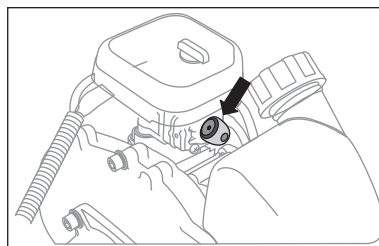

рис. 13
3. Несколько раз нажмите на прозрачный колпачок ручной подкачки топлива (праймер), расположенный между воздушным фильтром и топливным баком, для заполнения карбюратора топливной смесью (рис. 13). При этом сквозь прозрачный колпачок кнопки должна просматриваться подкачиваемая топливная смесь.